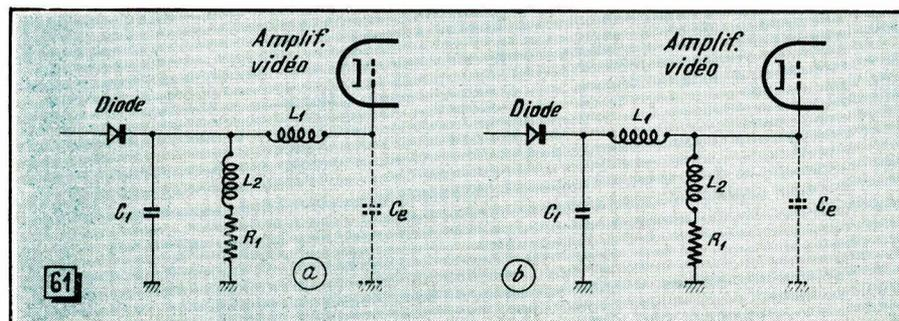

Fig. 61. — Les deux schémas possibles de correction mixte sans amortissement.
Ce type de correction, dont le schéma de la figure 61 représente les deux dispositions possibles, est beaucoup plus souvent utilisé que les corrections simples, shunt ou série, dont nous avons fait connaissance le mois
Ils sont ainsi appelés parce que la bobine série L_1 (fig. 61) n'est shuntée par aucune résistance de valeur suffisamment faible. Cela veut dire que même si L_1 a comme support une résistance miniature, ce qui est souvent le cas, cette résistance a une valeur très élevée, par exemple 0,5 à 1 M Ω , de sorte que son effet shunt sur L_1 reste parfaitement négligeable.
Les deux schémas de la figure 61, direct (a) et inversé (b), sont équivalents et seront
Le schéma de ces circuits correcteurs (fig. 66) est exactement le même que celui de la figure 61, avec seulement, en plus, une résistance R_2 de valeur relativement faible (quelques kilohms, le plus souvent)
choisis uniquement en fonction du rapport $C_e/C_1 = m$, dont nous avons déjà vu l'importance dans les systèmes de correction dite série. D'une façon générale, on emploiera le schéma de la figure 61 a lorsque $m > 1$, et celui de la figure 61 b lorsque $m < 1$, c'est-à-dire $C_e < C_1$. Si nous avons $C_e \approx C_1$, c'est-à-dire $m \approx 1$, l'un ou l'autre montage peuvent être utilisés indifféremment.
Généralement, pour calculer R_1 , L_1 et L_2 d'un circuit correcteur tel que celui de la figure 61 (a ou b) on dispose de la valeur des capacités C_1 et C_e (ou de leur ordre de grandeur) et de la limite supérieure f_1 de la fréquence à transmettre avec un affaiblissement ne dépassant pas -3 dB. On introduit, d'autre part, des coefficients auxiliaires a_1 et a_2 , obtenus à la suite de calculs compliqués, mais que l'on trouve souvent présentés sous forme de tableaux commodes à utiliser. Enfin, on choisit le coefficient d'élargissement k d'après les courbes de la figure 65.
Voici, sur un exemple pratique, la façon de déterminer les éléments inconnus d'un circuit de correction mixte sans amortissement, suivant l'un des schémas de la figure 61 :
1. — Les capacités en présence sont : $C_1 = 10 \text{ pF}$ et $C_e = 15 \text{ pF}$, valeurs dans lesquelles nous incluons, pour simplifier, les capacités parasites de câblage. Le rapport C_e/C_1 est donc égal à 1,5, ce qui nous conduit à adopter le schéma « direct » de la figure 61 a ;
Enfin, rappelons que le même tableau est valable pour les valeurs de m inférieures à 1, c'est-à-dire pour le schéma de la figure 61 b. Il suffit de prendre l'inverse, soit $1/m$. Par exemple, si nous avons $C_e/C_1 = 0,5$, cela veut dire que $1/m = 2$, et nous adoptons, pour le calcul, les coefficients de la combinaison 6.